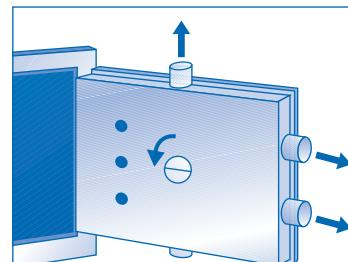

Fig. 2
- B) Usando l'impugnatura della chiave o un altro utensile, ruotare verso sinistra (senso antiorario) fino alla posizione orizzontale la vite che si trova all'interno della porta (Fig. 2).